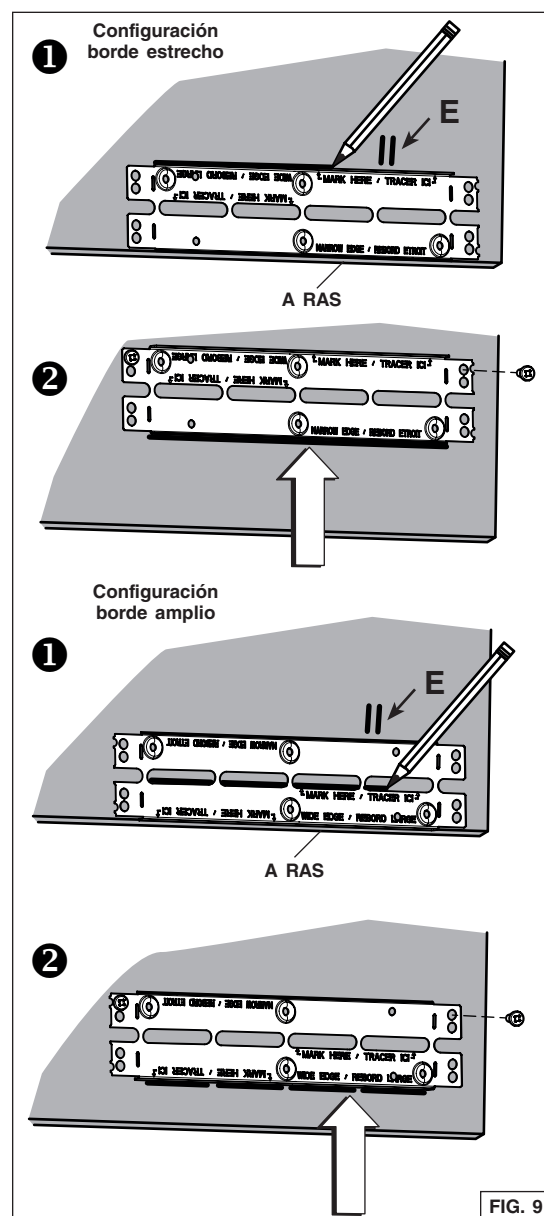

FIG. 9
5. Prestar atención a la ubicación de los ganchos Ease of Install en la unidad (distancia desde la parte delantera de la brida en FIG. 8). Medir y marcar la ubicación de los ganchos Ease of Install (correspondiente a **E** en FIG. 9 en la página siguiente) en ambos lados del gabinete.
6. Instale los soportes de gabinete como sigue (FIG. 9):
❶ Coloque el soporte a ras con la parte inferior del panel derecho del gabinete, centrando la marca de la ubicación de los ganchos (E) entre los orificios inferiores en relieve. Para la configuración del borde estrecho, trace una línea encima del soporte. Para la configuración del borde amplio, trace una línea a la base de las ranuras centrales.
❷ Instale el soporte a ras con la línea trazada. Sujete el soporte al panel de lado del gabinete usando 2 tornillos para madera n° 8 x 5/8 pulg. (incluidos en la bolsa de piezas) en los orificios superiores.